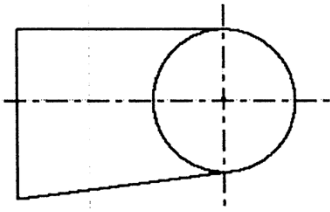
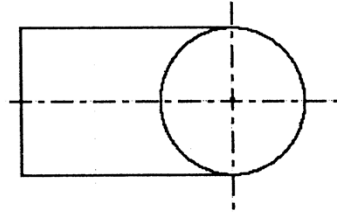

图4
图5
11. 有几种几何约束可使图4所示的草图成为图5所示的形状？